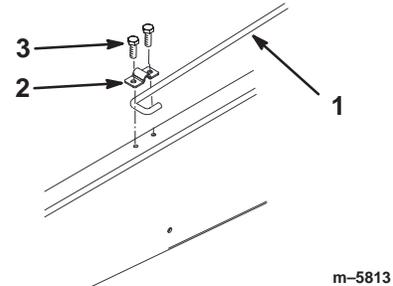

Bild 9
6. Lösen Sie die Schraube, mit der der Ständerclip am Chassis befestigt ist, bis Sie das J-förmige Hakenende des Ständers unter den Clip schieben können (Bild 9).
7. Ziehen Sie die Schraube an und befestigen Sie die andere Seite des Clips mit einer neuen Schraube (5/16 x 3/4 Zoll) (Bild 9).